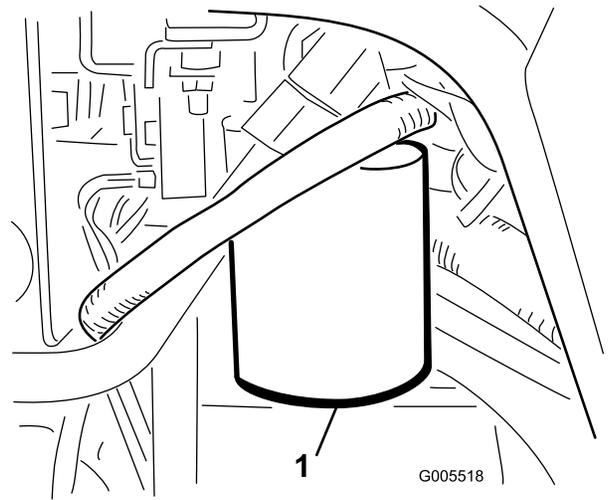

図 56
1. フィルタ容器の周辺をウェスできれいにぬぐう **図 56**。フィルタの下に廃油受けを置いてフィルタを外す。